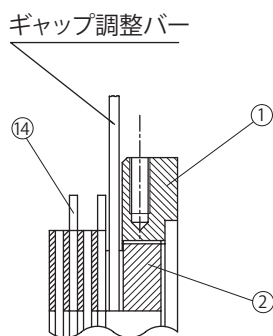

図 8-16
フィールド④側から見て左に回すとギャップが狭くなります。(図 8-16 参照)
- (4) アウターディスク⑭とセンターリング①の間には、取付ボルト③と固定ボルト①が交互に 6本ずつ通っているため、ギャップ調整バーを回していくとそれらのボルトに当たります。ギャップ調整ネジ②には 8等配の溝があり、ギャップ調整バーがボルトに当たるごとに(3)を繰り返して、ギャップ G を規定値に調整します。
- (5) ストッパー⑬を、規定ギャップに最も近い溝とネジ穴の点を選び取り付けてください。
- (6) ブレーキの手動解放を元の状態に復帰させた後、電源を入・切してブレーキ動作を確認してください。
- (7) ファン⑦、カバー⑧を取り付けます。この時ファンセットボルト⑩には、スリーボンド TB2365 を塗布してください。